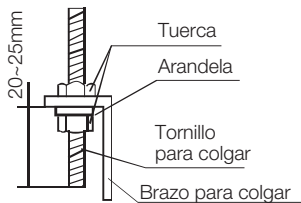

Fig.5-9
- Ubique el brazo para colgar en el tornillo para colgar (Fig. 5-9).